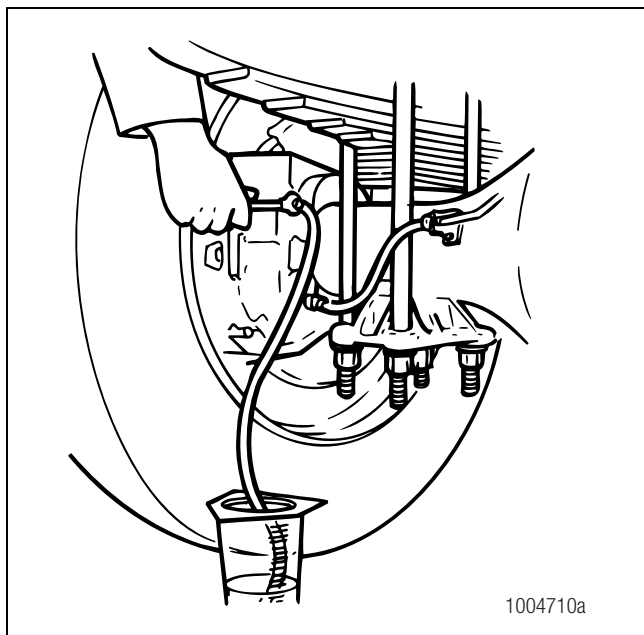

Figura 3.5
9. Sumerja la manguera en un contenedor de líquido de frenos hidráulicos limpio. Figura 3.5.
7. Sumerja la manguera en un contenedor con líquido de frenos hidráulicos limpio. Figura 3.5.